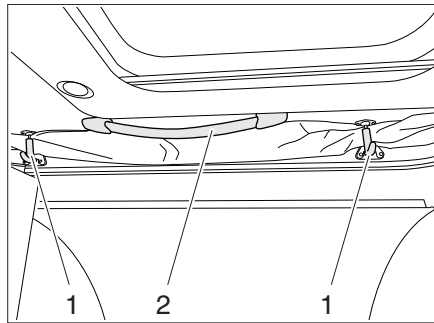

Bild 50 Hubdach
- Sicherungen (Bild 50,1) durch leichtes Ziehen lösen.
- Hubdach an den Griffen (Bild 50,2) nach oben schieben.
- Hubdach an den Griffen (Bild 50,2) nach unten ziehen.
- Sicherungen (Bild 50,1) leicht nach unten ziehen und wieder einhaken.